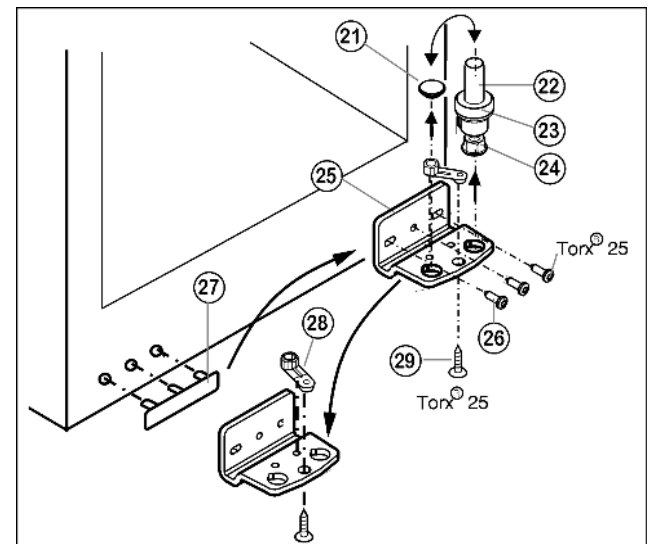

Fig. 6
- ▶ Lagerbolzen Fig. 6 (22) komplett, mit Scheibe Fig. 6 (23) und Stellfuß Fig. 6 (24), nach oben herausziehen.
- ▶ Stopfen Fig. 6 (21) abheben.
- ▶ Lagerbock Fig. 6 (25) abschrauben Fig. 6 (26).
- ▶ Lagerteil Fig. 6 (28) abschrauben Fig. 6 (29) und in das gegenüberliegende Aufnahme Loch des Lagerbocks umsetzen, wieder festschrauben.
- ▶ Griffseitige Abdeckung Fig. 6 (27) vorsichtig abheben und auf die Gegenseite umsetzen.
- ▶ Lagerbock *Fig. 6 (25)* auf der neuen Scharnierseite ggf. mit Hilfe eines Akkuschraubers **fest (mit 4 Nm)** wieder anschrauben.
- ▶ Stopfen *Fig. 6 (21)* in das andere Loch wieder einsetzen.
- ▶ Lagerbolzen *Fig. 6 (22)* komplett, mit Scheibe und Stellfuß, wieder einsetzen. Dabei darauf achten, dass der Rastnocken nach hinten zeigt.
- ▶ Stopfen (33) aus der Türlagerbuchse herausheben und umsetzen.
- ▶ Türgriff (32), Stopfen (33) und Druckplatten* (34) abmontieren und auf die Gegenseite umsetzen.
- ▶ Tür von oben auf Lagerbolzen unten *Fig. 6 (22)* aufsetzen.
- ▶ Oberen Lagerbock (12) auf der neuen Scharnierseite in die Tür einsetzen.
- ▶ Oberen Lagerbock (12) **fest (mit 4 Nm)** anschrauben (2 mal Torx® 25) (13). Schraublöcher evtl. vorstechen oder Akkuschauber verwenden.
- ▶ Abdeckung (10) und Abdeckung (11) jeweils auf der Gegenseite aufrasten.
- ▶ Die Tür evtl. über die beiden Langlöcher im Lagerbock unten *Fig. 6 (25)* fluchtend zum Gerätegehäuse ausrichten. Dazu mittlere Schraube herausdrehen.